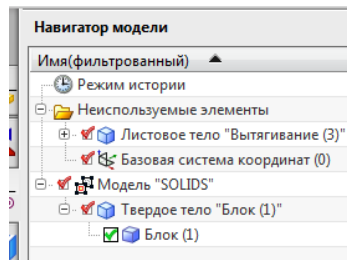

рис.91
- Обратите внимание на то, что **поверхность** в навигаторе модели (рис.91) представлена строкой **Листовое тело**. Наверное, это не очень удачный перевод, потому что у этого листового тела **нет** толщины.